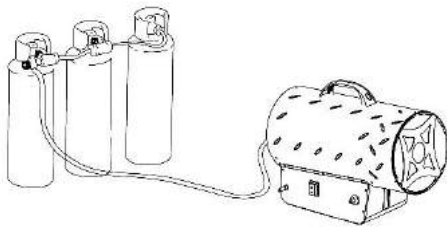

Figura 1
- 1.9. Se il riscaldatore deve funzionare per un lungo periodo alla sua massima capacità, è possibile che si formi del ghiaccio sul cilindro. Ciò è dovuto all'eccessivo ritiro del vapore. Non per questo, o per qualsiasi altro, il cilindro deve essere riscaldato. Per evitare questo effetto, o almeno per ridurlo, utilizzare un grande cilindro o due cilindri collegati tra loro (Figura 1)